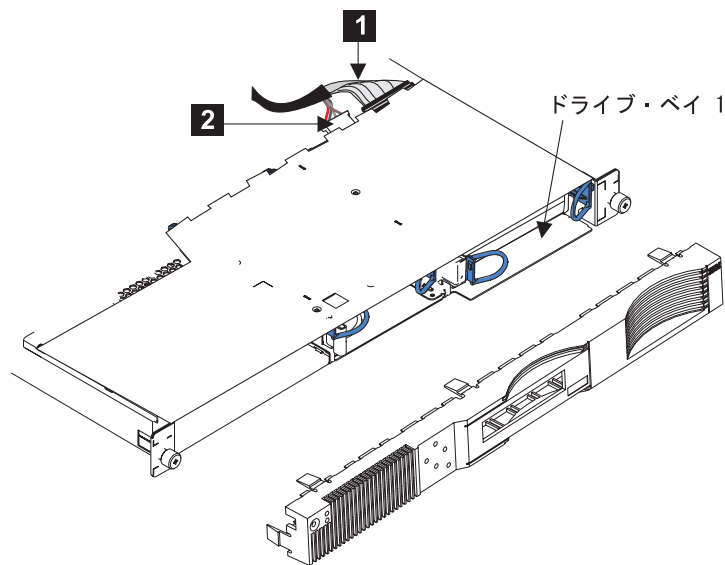

図 45. ディスク・ドライブ・ケーブルの取り外し
4. SCSI シグナル・コネクタ **1** と電源コネクタ **2** をディスク・ドライブの背面から切り離し、ケーブルを取り外します。図 45 を参照してください。